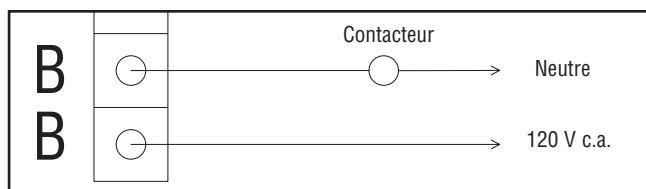

Figure 6 — Bornes "B-B"
3. Les bornes « B-B » du module de commande servent au contrôle des charges importantes par le contacteur fourni par l'installateur. Exemple : chauffe-eau électriques. Les contacts sont branchés en série au circuit de commande du contacteur (figure 6).